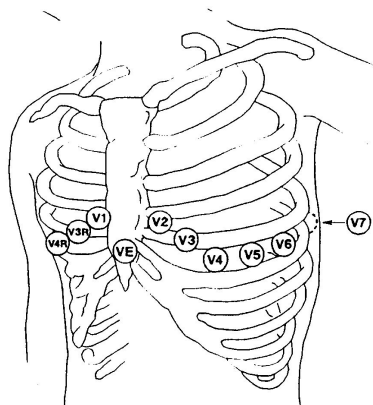

Figura 13-2 Posizione dell’elettrodo sul Petto
(2) Quando si usano i cinque indicatori, attaccare l’elettrodo del petto (V) in una delle seguenti posizioni indicate nella figura 13-2:
Attaccare l’elettrodo del petto (V) ad una delle seguenti posizioni indicate nella figura 13-2: